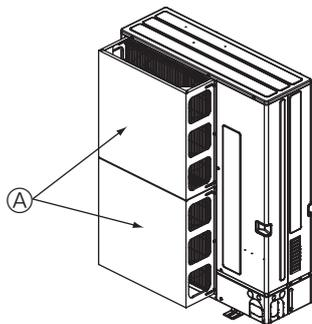

Fig. 2-16
① Құрылғы тайфун, т. б. сияқты қатты желдердің салдарынан тікелей ауа өткізгішке кіріп кетуі мүмкін орынға орнатылған болса, қосымша ауа қорғаныс бағыттауышын орнатыңыз. (Fig. 2-16)